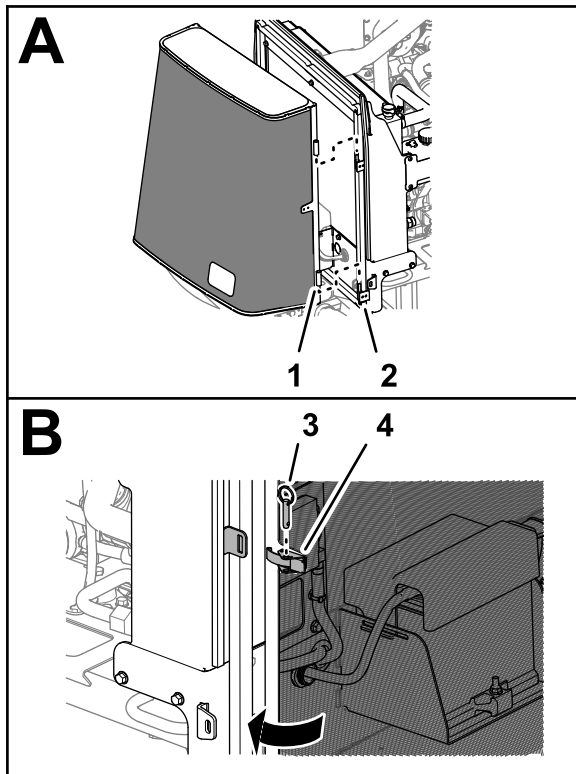

Bild 21
1. Montieren Sie das Scharnier des Gitters auf die Schwenkbügel des Kühlerrahmens (**Bild 21**).
2. Schließen Sie das Gitter und befestigen Sie es mit der Verriegelung am Kühlerrahmen (**Bild 21**).
3. Stecken Sie den Kugelstift durch die Löcher in der Verriegelung (**Bild 21**).